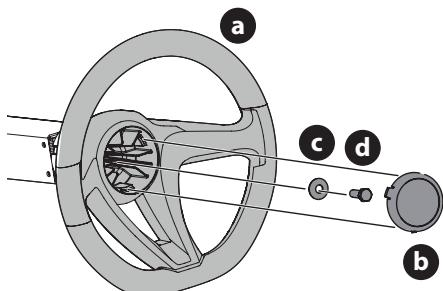

Figure 7
1. La quincaillerie qui sert à fixer le volant de direction (a) se trouve sous le couvercle du volant de direction (b). Retirez avec précaution le couvercle. Pour ce faire, insérez un petit tournevis plat dans une des trois languettes et soulevez le capuchon (b) pour retirer la quincaillerie (Figure 7).
2. Assurez-vous que les roues de l'appareil sont dirigées vers l'avant, puis placez le volant de direction (a) sur l'arbre de direction (Figure 7).
3. Insérez la rondelle Belleville (c), avec la partie creuse vers le bas, dans le volant de direction et fixez-la avec le boulon hexagonal autobloquant (d) (Figure 7).
4. Placez le couvercle du volant de direction (b) au centre du volant de direction (a), alignez les trois languettes avec les pattes du volant et poussez-le jusqu'à ce qu'il s'enclenche (Figure 7).